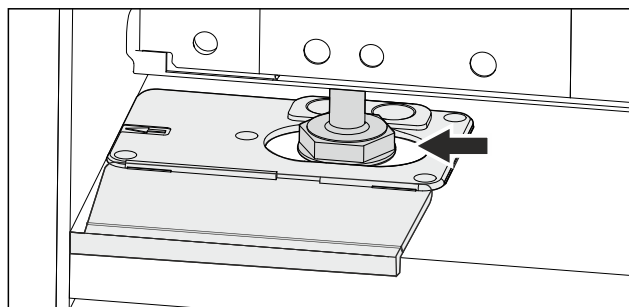

Fig. 47
- Regolare l'apparecchio sui piedi di regolazione. Fig. 47 []